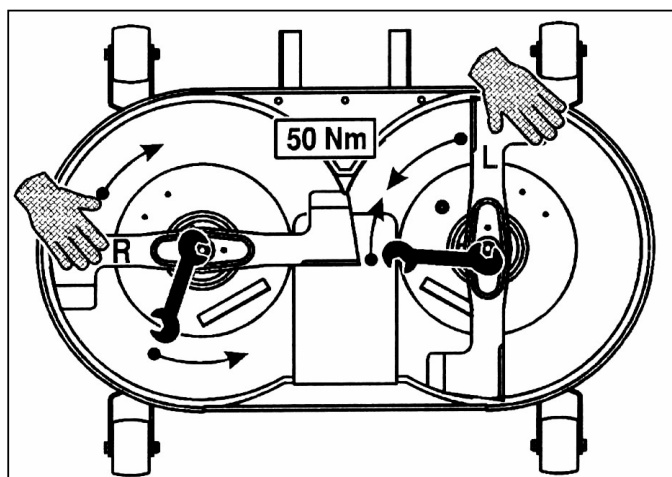

Fig. 32
2. Lors du remplacement des lames, s'assurer de remonter les pièces dans le bon ordre, et de leur serrage, sous peine d'apparition de vibrations importantes (voir fig. 32). Les déflecteurs doivent être sur la face supérieure. Sinon les lames ne couperont pas.